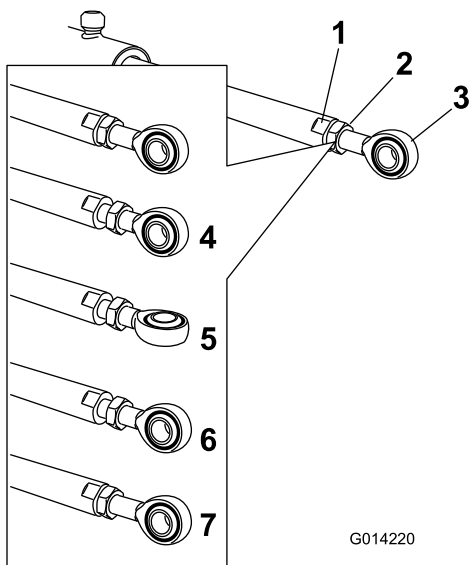

Figura 59
5. Utilize uma chave nos lados planos do acionador para imobilizar e, em seguida, desaperte a porca para permitir que a barra do olhal seja ajustada (Figura 59).
6. Rode a barra do olhal na barra do olhal para diminuir ou aumentar o acionador estendido para a posição desejada (Figura 59).